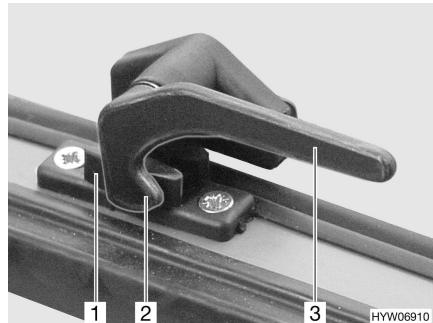

Fig. 27 Leva di serraggio in posizione "Chiuso"
- Ruotare la leva di serraggio (Fig. 27,3) di un quarto di giro verso il centro della finestra.
- Ruotare la leva di serraggio (Fig. 27,3) di un quarto di giro verso il telaio della finestra. Il nasello di chiusura (Fig. 27,2) si trova sul lato interno della chiusura della finestra (Fig. 27,1).
- In posizione "Completamente chiusa" (Fig. 27)